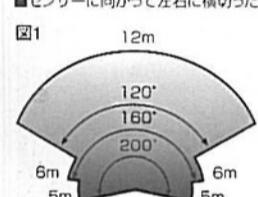
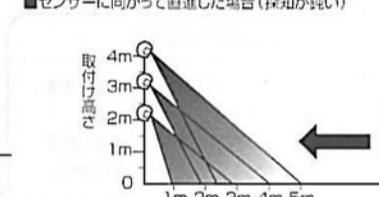

図1
図2
点灯時間の調節は、調節ツマミを図1のように右へ➁(約5秒点灯後)から少しずつ回し、その都度点灯時間を確認し、調節してください。
①屋も夜も点灯・②薄暗い時から夜に点灯・③暗い時だけに点灯
点灯させる周りの明るさ調節は図2のようにツマミを①～②～③回すことによって、点灯を調節することができます。
センサーに向かって左右に横切った場合は敏感に反応しますが、センサーに向かって直進した場合は、極端に探知が鈍くなります。図1・図2の条件に合う場所に取付けてください。